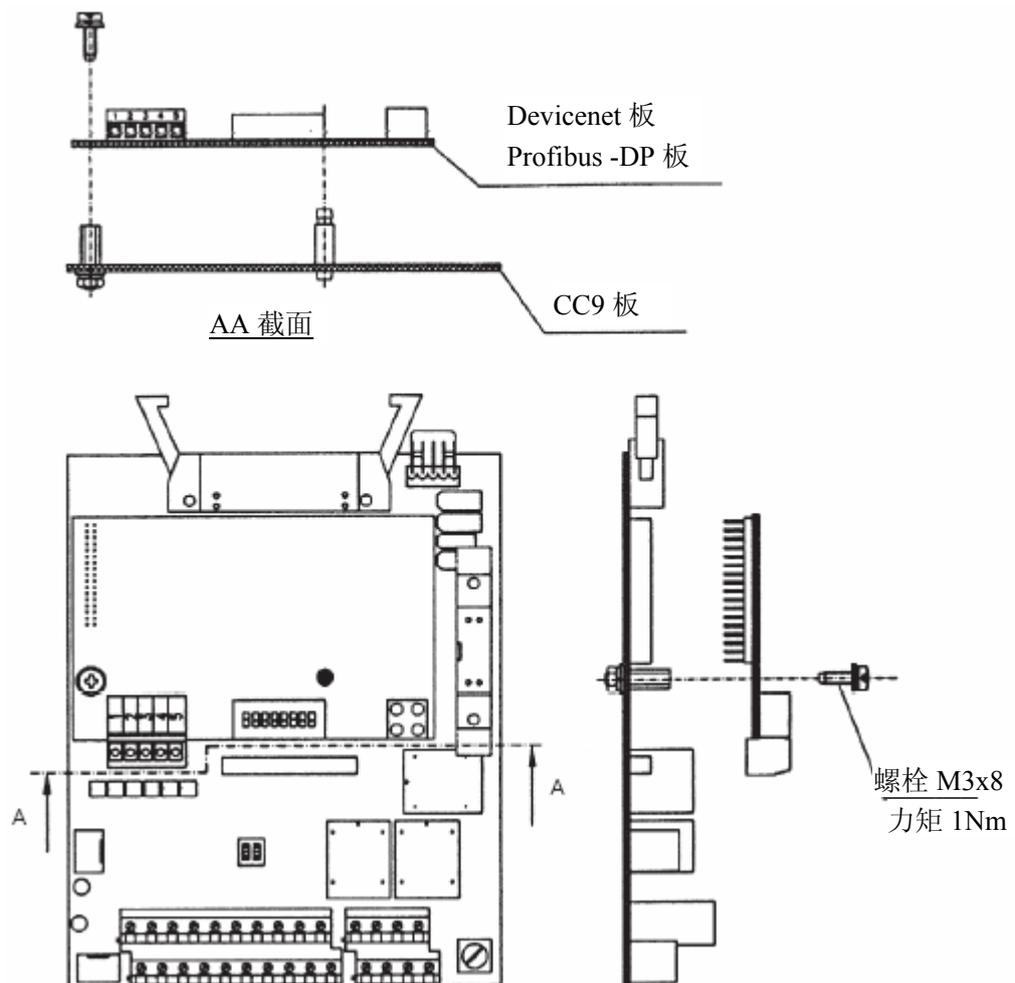

图 8.35- Fieldbus 电子板的安装
2. 小心地连接 Fieldbus 板的针接头至 CC9 控制板的 XC140 母接座。检查所有的 XC140 接头针是否都正好配接（图 8.35）。